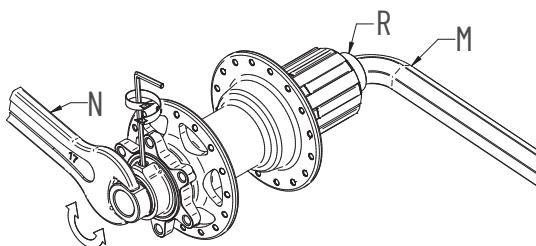

FIG. 6
- Inserite una chiave a brugola da 12 (M) sul lato destro del mozzo (Fig. 6).
- Bloccate lo scontro mobile (0) con chiave tradizionale (N) a 15 Nm (Fig. 6).
Se necessario effettuare una registrazione del mozzo agendo sulla ghiera (H) (Fig. 6):
- Allentate il grano (I) con una chiave a brugola (L) (Fig. 6).
- Richiudete il grano (I) (Fig. 6).